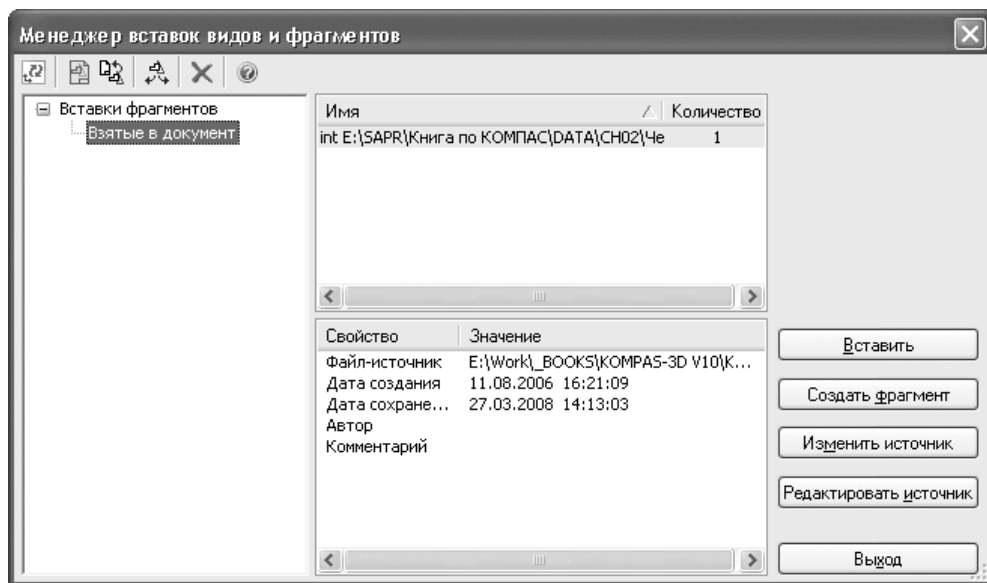

Рис. 1.9. Диалоговое окно Менеджер вставок видов и фрагментов
- Менеджер вставок видов и фрагментов – выводит диалоговое окно Менеджер вставок видов и фрагментов (рис. 1.9). Оно упрощает управление вставленными в чертеж фрагментами, а также позволяет создать новый фрагмент в чертеже.